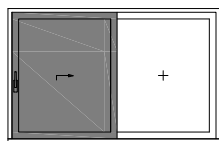

**Fig. 4 Unghiatra**
- Sigillare l'unghiatra con silicone (Fig. 4). Posizionare la battuta centrale **76657** a 17,5 mm dal bordo superiore dell'anta. Utilizzando la dima di foratura T054 (Fig. 5), allineare verticalmente e preforare con punta Ø 3 mm. Fori fino a max. 20 mm dalle estremità del profilo, quindi a max. 200 mm tra di loro.